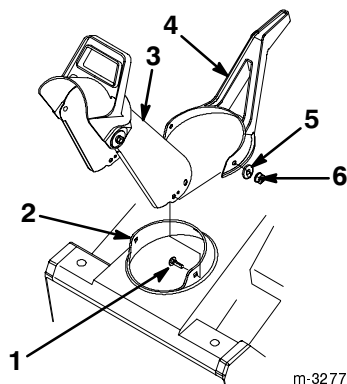

Figure 7
1. Placez la poignée de l'éjecteur sur la couronne de l'éjecteur (Fig. 7).
2. Insérez l'éjecteur entre la couronne et la poignée (Fig.7).